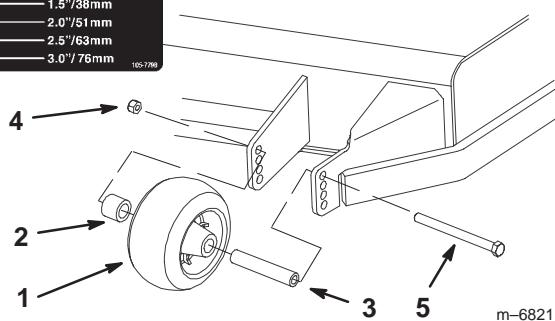

Figure 18
2. Après avoir réglé la hauteur de coupe, réglez les galets en retirant l'écrou à collerette, la bague, l'entretoise et le boulon (Fig. 18).
3. Choisissez le trou pour que le galet de protection se trouve le plus près possible de la hauteur de coupe correspondante voulue (Fig. 18).
4. Posez l'écrou à collerette, l'entretoise, la bague et le boulon. Serrez à 54–61 Nm (40–45 pieds-livres) (Fig. 18).